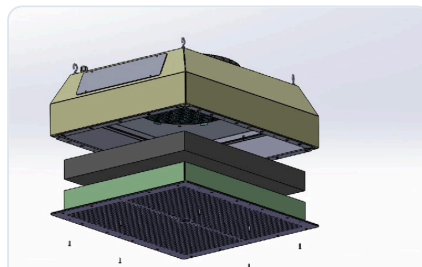

Abb. 6a – Reihenfolge von unten: HEPA 10, HEPA H14
- 6 Die neuen Filter von unten nach oben auf das Gitter legen: 1. Aktivkohlefilter (nur falls vorhanden), 2. HEPA-10-Vorfilter, 3. HEPA-H14-Hauptfilter (Abb. 6a). Ist auf dem Filterrahmen eine Luftstromrichtung angegeben, diese beachten (Luft strömt von unten nach oben). Die Filter müssen rundum dicht anliegen.